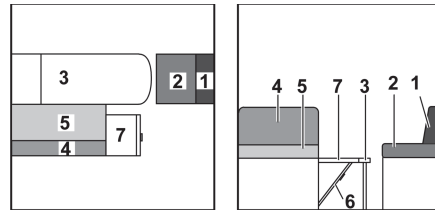

Fig. 146 Durante la transformación
- Plegar la prolongación del banco de asiento (Fig. 146,7) hacia arriba y colocar una cuña con la trampilla.
- Quitar el cojín del respaldo del asiento longitudinal (Fig. 146,1) y ponerlo a un lado.
- Tirar el cojín del asiento del asiento longitudinal (Fig. 146,2) hacia delante hasta la mesa.
- Tirar del asiento del banco (Fig. 146,5) hacia adelante sobre la mesa.
- Plegar el cojín del respaldo del banco (Fig. 146,4) y tirarlo sobre la prolongación del banco.
- Colocar el cojín adicional (Fig. 146,9) entre el cojín del asiento y el del respaldo.
- Colocar los cojines adicionales (Fig. 146,10, 11 y 12) entre la pared lateral y los cojines sobre la mesa y el tablero.